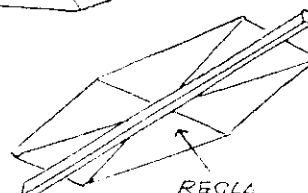

Fig. 1
- Las varillas pueden ser hechas de madera o mejor aún de cañas. (Fig. 1.)